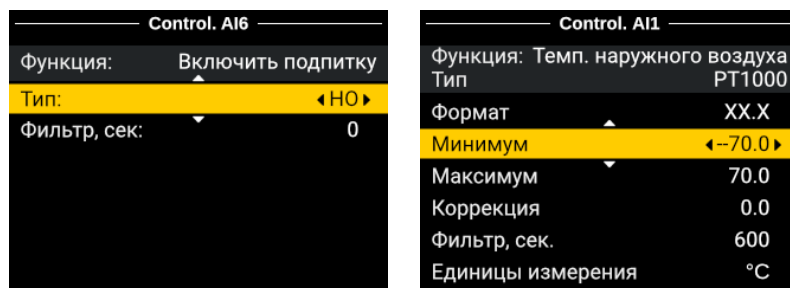

Рис.16. Пример настроек дискретных и аналоговых входов ECL4 Control.
После нажатия «Ввода» на поле выбранного входа/выхода в общей таблице (Рис.15) на разблокированном контроллере открывается меню просмотра и редактирования индивидуальных настроек (Рис.16). На странице настройки дискретного входа (DI) можно изменить тип входа по умолчанию – нормально открытый (НО) или нормально закрытый (НЗ). Для аналоговых входов в меню отображается предустановленный тип, единицы измерения, а также следующие настроечные параметры: